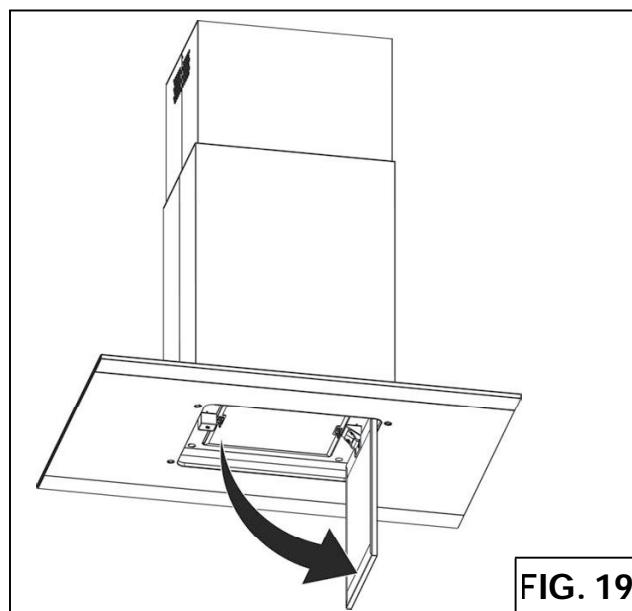

FIG. 19
1. Para remover el filtro para grasa, abra el panel de perímetro (Fig.19).